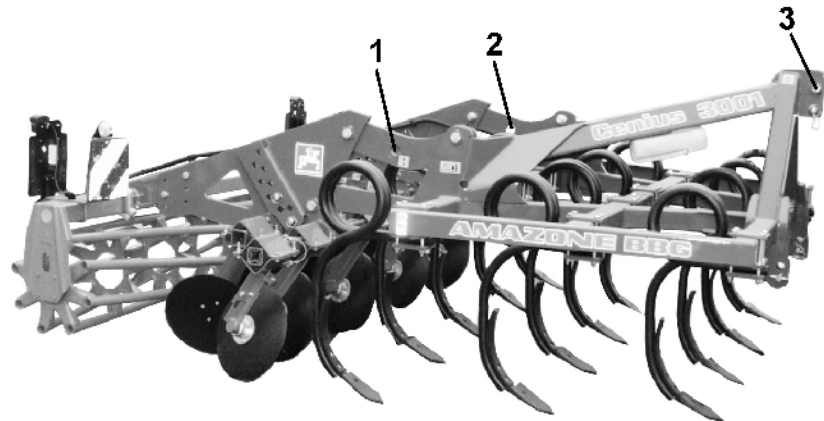

Fig. 2
- Der Cenius 3001 verfügt über 3 Aufnahmepunkte (Fig. 2/1,2,3) für Hebegurte!